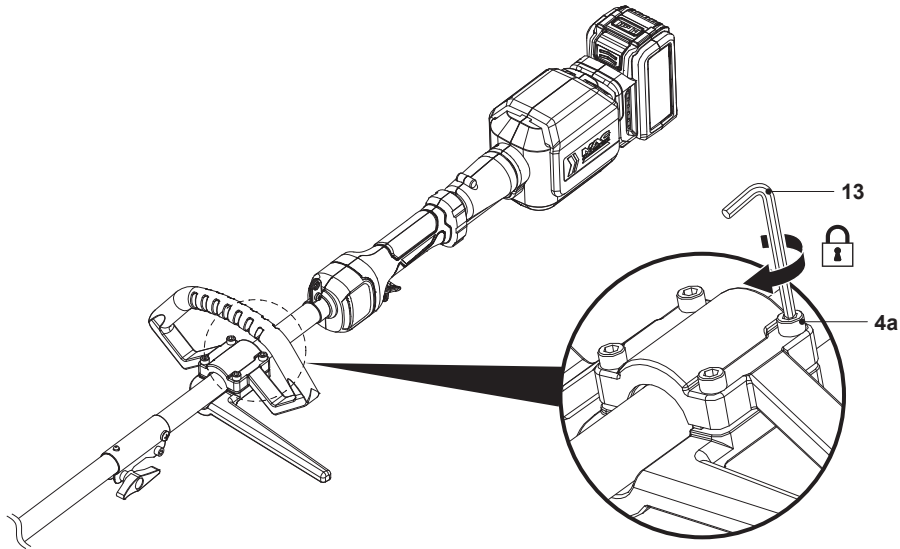

Fig. 4
Vérifier que la poignée secondaire (4) est bien serrée et que la barre de protection (5) est fixée du côté de l'utilisateur. Si ce n'est pas le cas, rectifier le montage et serrer les quatre boulons de fixation (4a) à l'aide d'une clé mâle adaptée (Fig. 4).